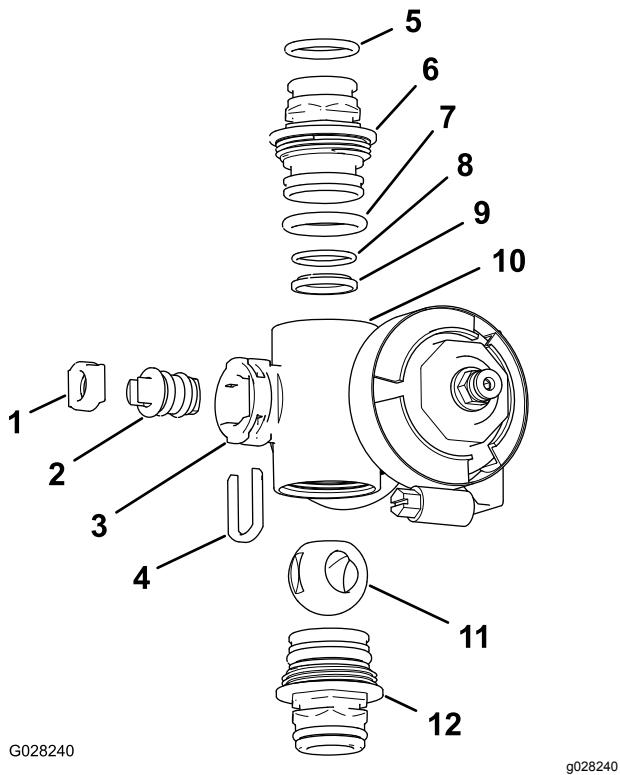

Figure 124
2. Déposez les 2 raccords d'embout à chaque extrémité du collecteur (Figure 123 et Figure 124).
4. Retirez l'étrier de fixation de tige situé dans les fentes de l'orifice de tige du collecteur (Figure 123 et Figure 124).
5. Déposez du collecteur le dispositif de retenue de la tige et le siège de la tige (Figure 123 et Figure 124).
6. En passant par le corps du collecteur, déposez la tige de valve (Figure 123 et Figure 124).
1. Vérifiez l'état et l'usure des joints toriques de raccord de sortie (collecteur de vanne de section seulement), joints toriques d'embout, joints toriques de portée arrière et siège de bille (Figure 123 et Figure 124).
2. Appliquez de la graisse silicone sur la tige de la valve et insérez cette dernière dans son siège (Figure 123 et Figure 124).
3. Placez la tige et le siège de valve dans le collecteur et fixez-les à l'aide du dispositif de retenue (Figure 123 et Figure 124).
4. Vérifiez que le joint torique de portée arrière et le siège de bille sont bien alignés et engagés dans le raccord d'embout (Figure 123 et Figure 124).
5. Montez le raccord d'embout sur le corps du collecteur jusqu'à ce que la bride du raccord touche le corps (Figure 123 et Figure 124), puis tournez encore le raccord d'embout de  $\frac{1}{8}$  à  $\frac{1}{4}$  de tour.